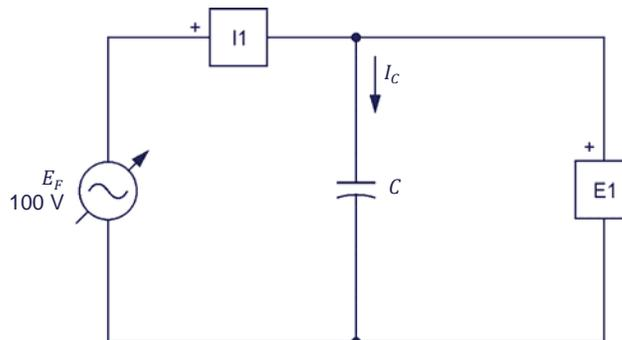

Figura 2-6. Circuito ca de un condensador.
6. Monte el circuito mostrado en la figura 2-6.
El valor de la capacitancia C a utilizar en el circuito de la figura 2-6 depende de la frecuencia de la fuente de alimentación ca , como se indica en la tabla 2-3.